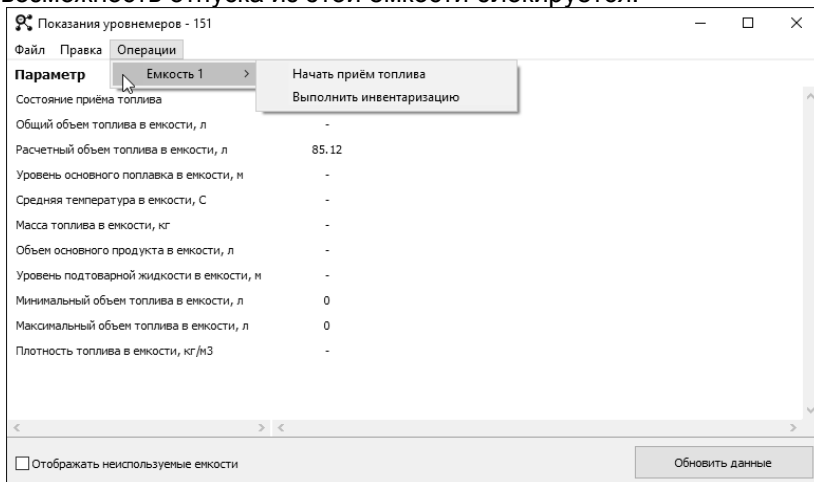

Рисунок 19
- для начала приема топлива выбрать команду "Начать прием топлива" (рисунок 19) и затем нажать "Ок" в окне "Подтверждение".